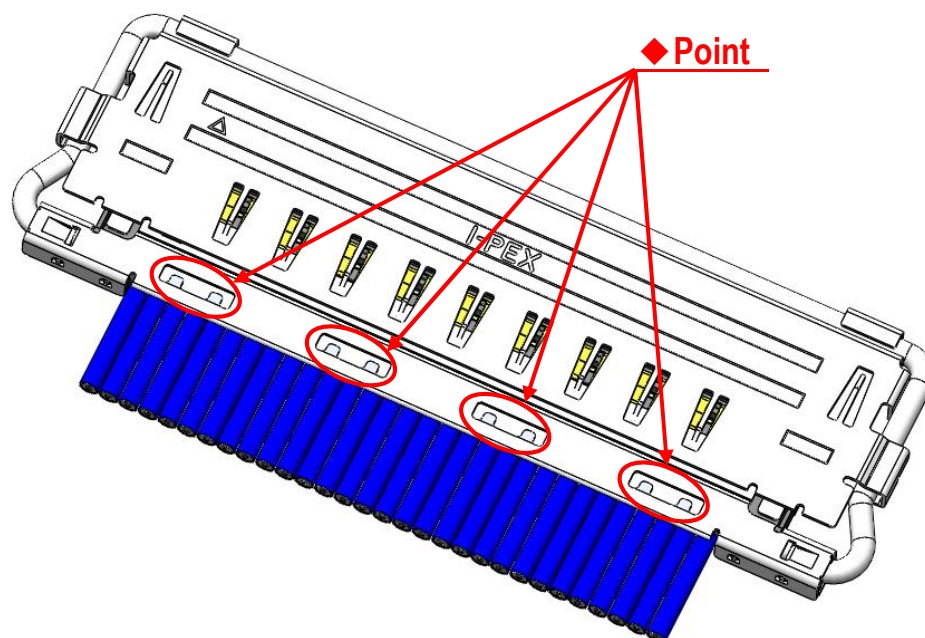

図 10. Shell-A 及び Ground Bar 半田付け箇所
④ Shell-A,B と ground bar を半田コテにて全箇所半田付けすることを推奨する。 (図.10,12 ◆部)